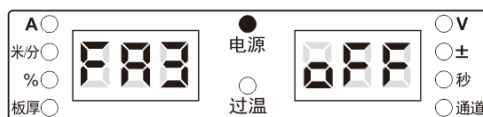

图 4-4 FA3 显示界面
1. 进入内部菜单，调节焊接电源面板旋钮至 FA3，如图 4-4 所示。